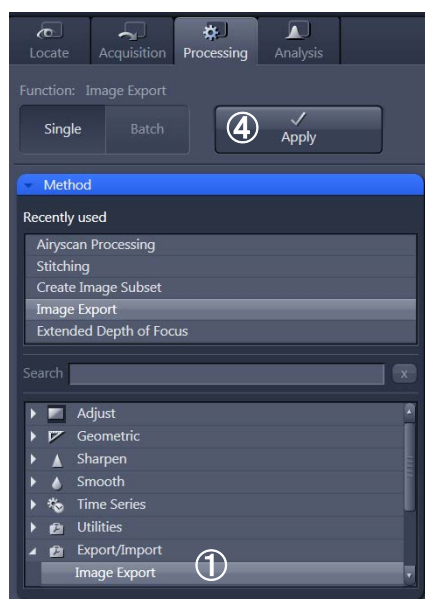

Fig.37 Processing – Image Export 画面
- ① 一般的な画像フォーマット(TIFF/JPEGなど)で画像を保存する場合は、Processingタブを開き、Method のリストから **Export/Import – Image Export** を選択します (Fig. 37)。
- ④ **Apply** をクリックすると指定した場所にファイルがエクスポートされます (Fig. 37)。